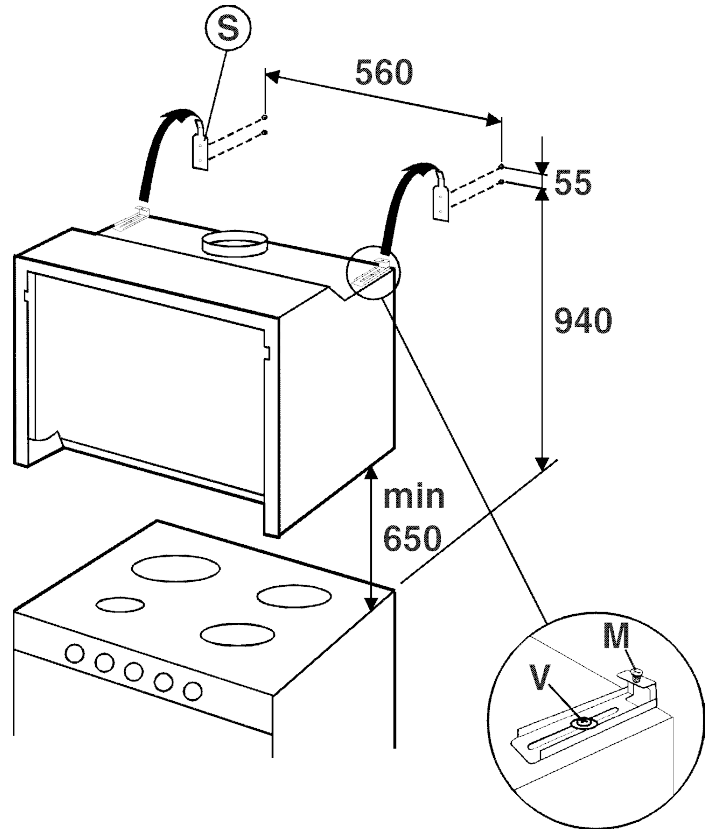

fig.9
4. Tout en veillant à prévoir un positionnement par rapport au plan de cuisson, respectant la distance de sécurité (65 cm minimum), fixer les deux brides S (fournies) au mur au moyen des vis et chevilles (fournies) - voir Fig. 9.
5. Accrochez l'appareil aux 2 brides; pour réaliser l'alignement avec des éléments suspendus ou les meubles de la cuisine, il est possible de régler l'appareil en hauteur en agissant sur les vis M, et en profondeur en agissant sur les vis V (Fig. 9). Avant de serrer complètement les vis, vérifiez la distance entre l'appareil et le mur, si nécessaire, utilisez l'entretoise fournie.
7. Accrochez de nouveau l'appareil aux brides murales et serrez complètement les vis M et V (Fig. 9).